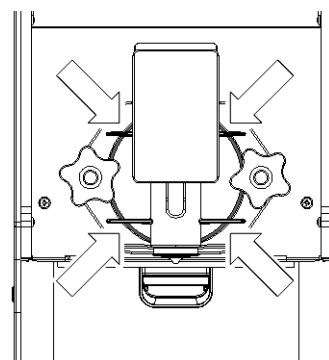

figura 28
- 1 **Una vez por día:** controle el distribuidor y verifique que no haya pérdidas de producto a través de la junta del grupo grifo. Si se detectan pérdidas, verifique en primer lugar que los componentes estén colocados correctamente; a continuación, verifique que la junta no sea defectuosa y no esté desgastada; de ser así, sustitúyala con un repuesto original del fabricante. (ver figura 28)